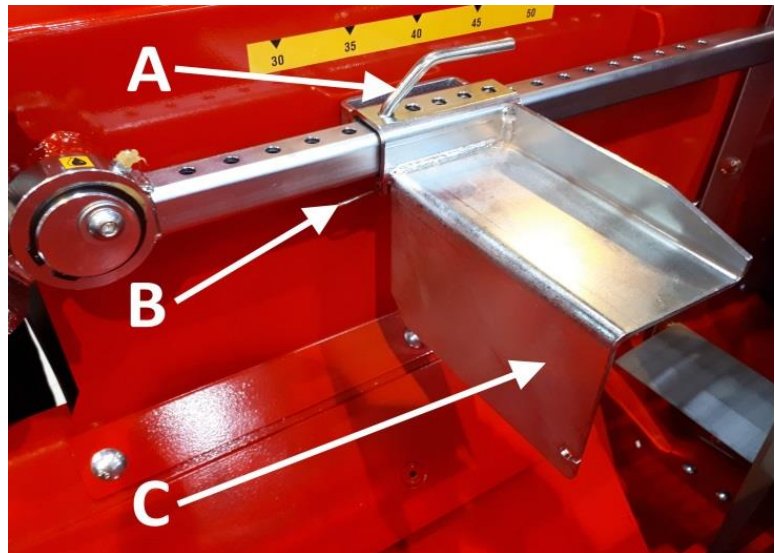

Рис. 14: Положение измерительного устройства для небольших чурок менее 25 см
2. Установите ограничитель, находящийся в отсеке колуна, на нужный размер, сняв (Рис. 14) шпильку с фиксатора В и полностью вынув фиксатор А. Установите мерку С на нужный размер.